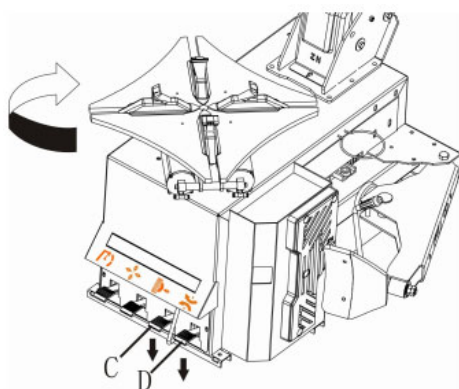

Abb.13
- Betriebstest: Nachdem der Strom angeschlossen wurde, drücken Sie das Pedal D (Abb.13), und die Drehscheibe dreht sich im Uhrzeigersinn. Dieser Test ist sehr wichtig.